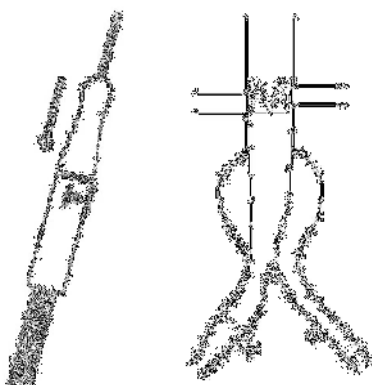

Рис. 9 Извлечение системы доставки
- Удерживать ползунковый захват системы доставки неподвижно, разблокировать спусковой крючок и потянуть назад переднюю рукоятку так, чтобы наконечник вернулся к дистальному концу внешней оболочки. Затем извлечь систему доставки. (Рис. 9)